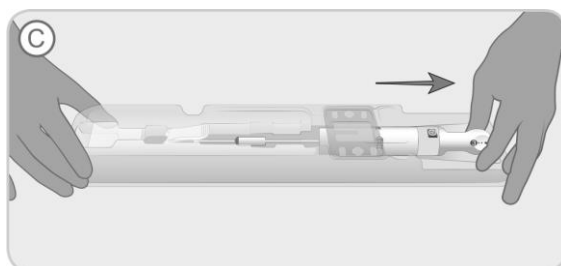

Bild 4. Dra handtaget på anordningen bakåt tills du känner ett tydligt stopp.
- Håll brickan stadigt och fatta tag i handtagets bakre del (frigöringskolven) och dra tills du känner ett tydligt stopp (märkt med ett "C" på brickan) enligt Bild 4. Implantatet är nu vikt inuti kanylslangen för laddning.